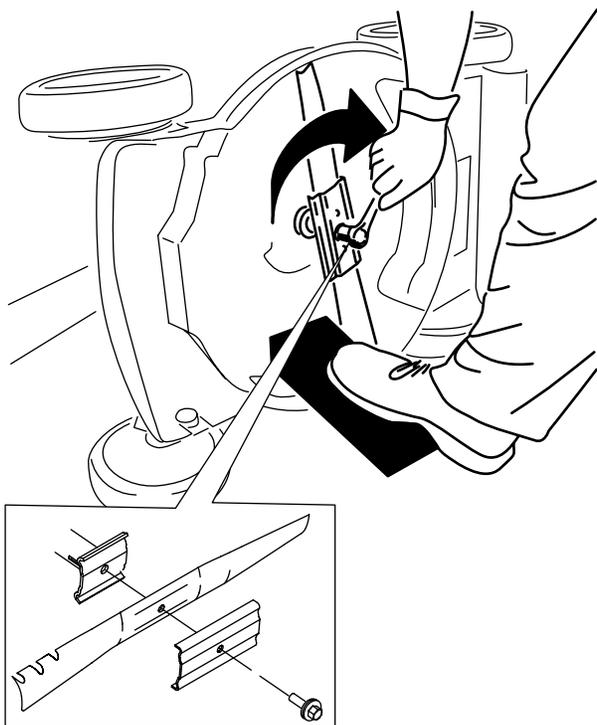

Рисунок 26
- Установите новый нож, закрепив все крепежные детали (Рисунок 26).